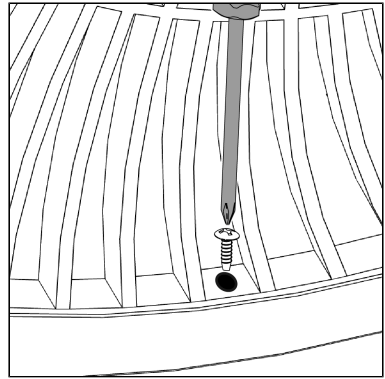

Abbildung 44.
7. Lösen Sie die Sicherheitsschraube an der Unterseite des Heckgitters (Abbildung 44).